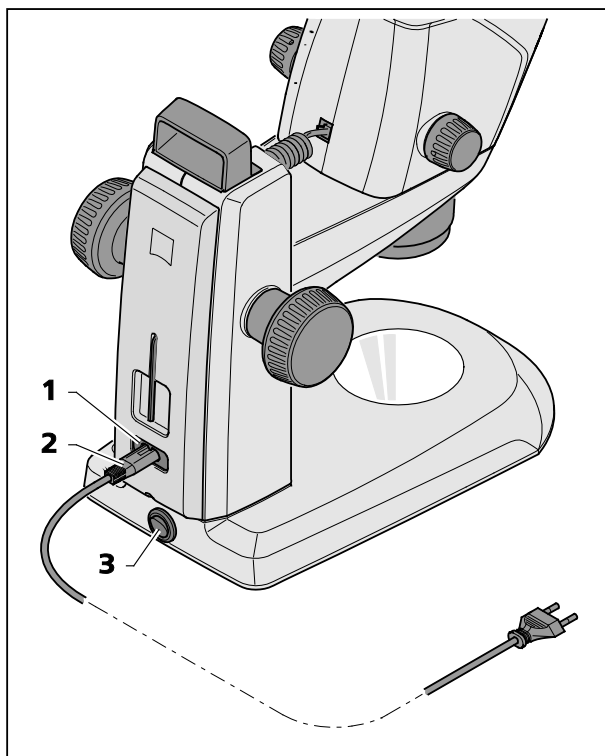

Fig. 5 Conectar el estereomicroscopio
- Introducir el cable de red (Fig. 5/2) en la hembra de conexión a la red (Fig. 5/1) situada en el estativo.
- Conectar el cable de red (Fig. 5/2) a una caja de enchufe de red.
- Conectar resp. desconectar el estereomicroscopio con el interruptor de red (Fig. 5/3).
- Conectar el estereomicroscopio según el Apartado 3.3 con el interruptor de red (Fig. 5/3).